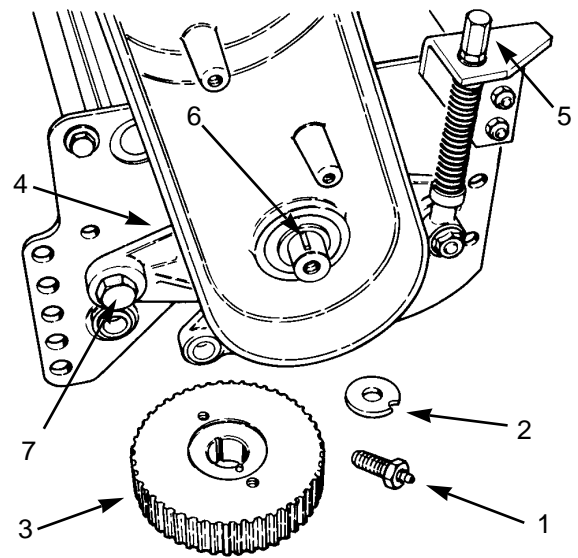

図 31
6. リール・シャフトから、リール・キャップ・ネジと鋸歯ワッシャ、プーリ・ワッシャを取る（図31）。
7. プラーを使用して、リール・シャフトから受動プーリを引き抜き（図31）半月キーも取る。
8. 調整アセンブリとコーン・ナット、鋸歯ワッシャ、ショルダー・ボルトを取り、サイド・プレートからハウジングを外す（図31）。
10. プーリのワッシャのスロットとロール・ピンが合っているのを確認し、ワッシャ、歯状ワッシャとキャップスクリュを通す(図31)。ネジ部分に中程度のロック剤を塗り6.2 ~ 7.6 kg.mで締めつける。